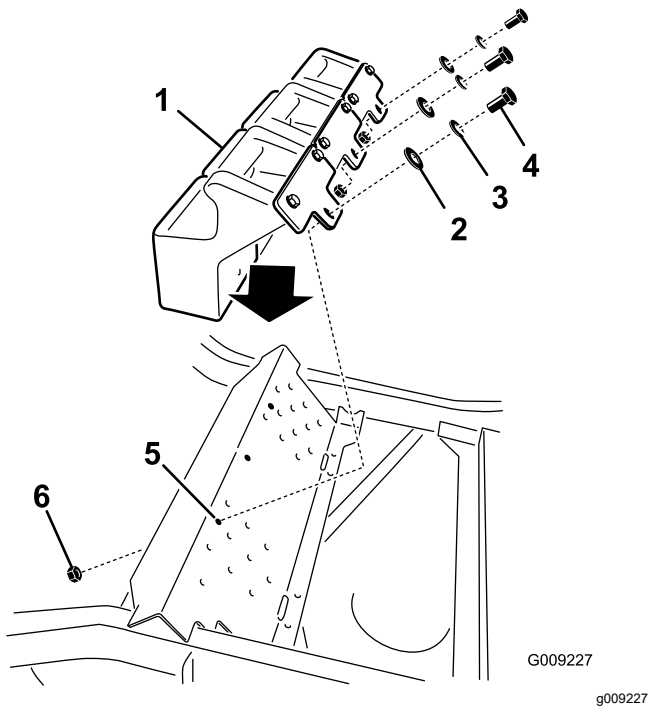

Figura 33
5. Instale los contrapesos delanteros encima del reposapiés (Figura 33).
6. Sujete los pesos delanteros encima del reposapiés y al soporte de montaje de los pesos con 6 pernos ($\frac{3}{8}$ " x 1"), 6 arandelas de freno ($\frac{3}{8}$ "), 3 tuercas con arandela prensada (arandela pequeña, $\frac{3}{8}$ ") y 6 arandelas planas ($\frac{3}{8}$ "), como se muestra en la Figura 33.